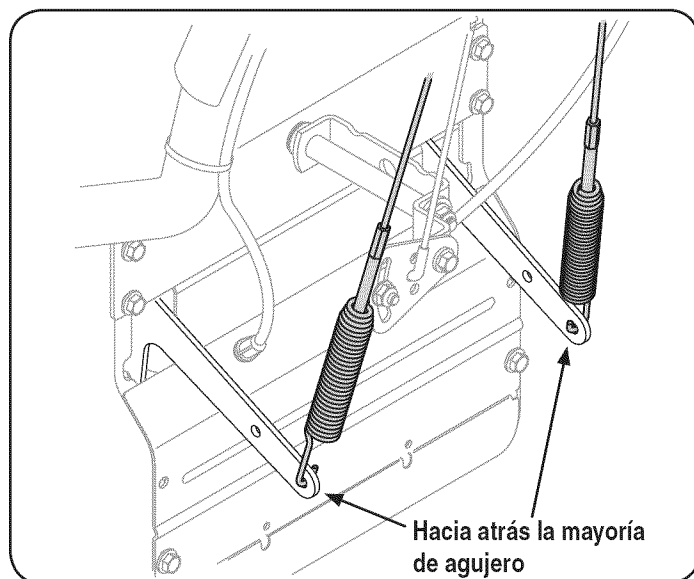

Figura 14
10. Segura del cable de conexión de cada primavera en el agujero adecuado de los respectivos actuador soporte. Ambos cables de gancho en el agujero más hacia atrás en cada soporte, como se muestra en la Figura 14.